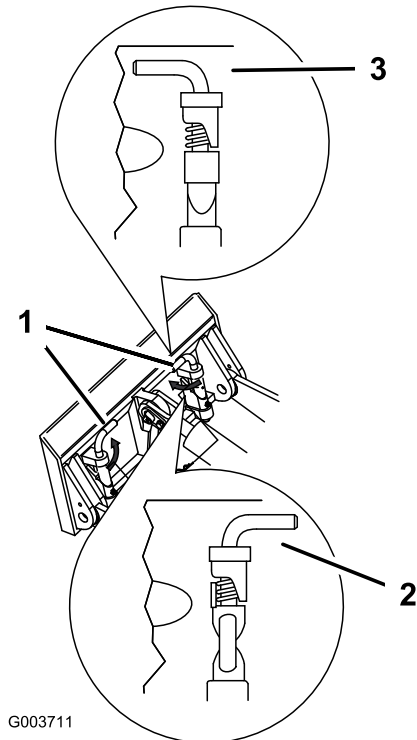

Figura 20
7. Acople los pasadores de enganche rápido, asegurándose de que están correctamente introducidos hasta el fondo en la placa de montaje (Figura 20).